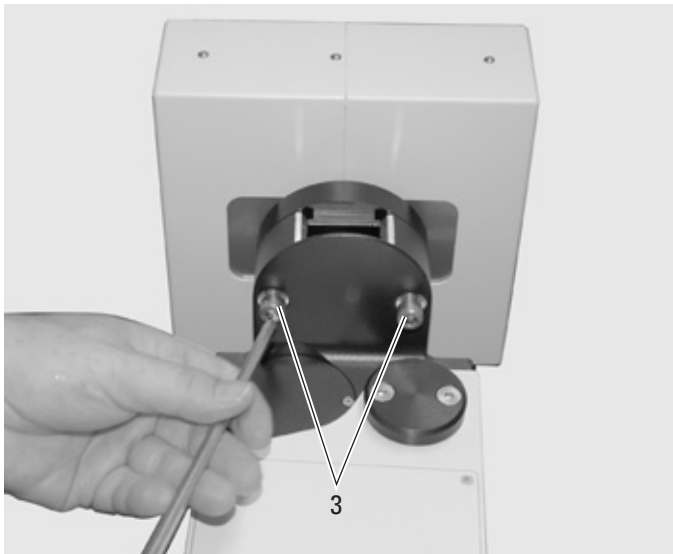

Bild 2
⇒ XY-Kupplung mit 2 Innensechskantschrauben (3) an den Neigetrieb schrauben (Bild 2).